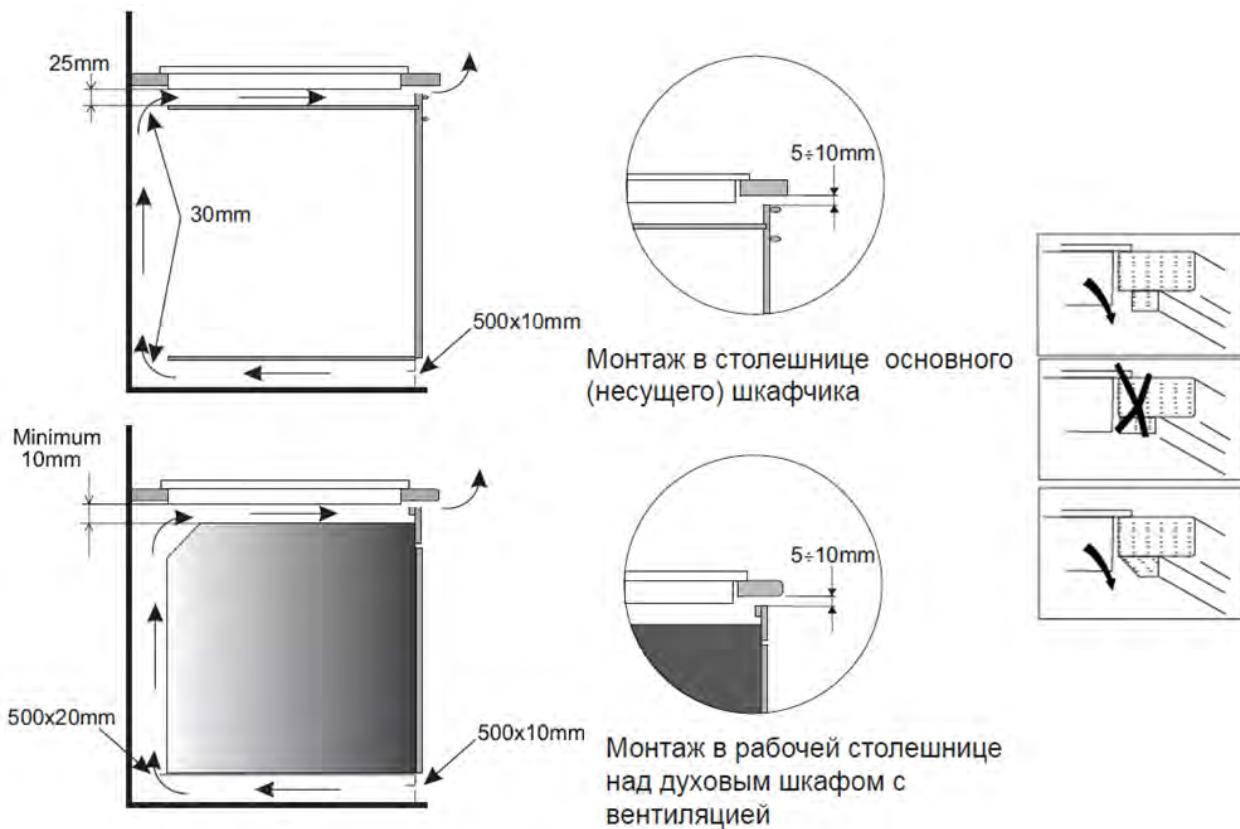

Рисунок 7 – Вентиляционные зазоры
- Обеспечьте минимальные воздушные зазоры, необходимые для правильной работы варочной панели. см. рис. 7.